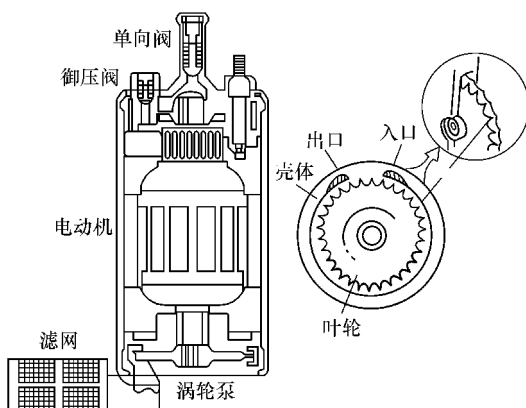

图 5-10 涡轮式电动燃油泵结构和工作原理
(2) 涡轮式电动燃油泵的结构和工作原理 如图 5-10 所示，涡轮式电动燃油泵主要由燃油泵电动机、涡轮泵、出油阀、卸压阀组成。